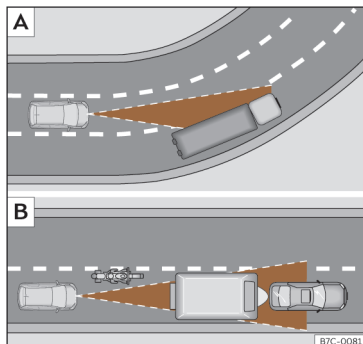

Fig. 128 **A**) Véhicule à l'abords d'un virage.
L'ACC pourrait ne pas détecter dans un virage le véhicule précédent, ou pourrait régler la distance par rapport à des véhicules qui se trouvent sur d'autres voie >>> **fig. 128 [A]**.
- Véhicules circulant de manière non alignée ou en dehors de la zone de détection du capteur, par exemple, des motos >>> **fig. 128 [B]**.